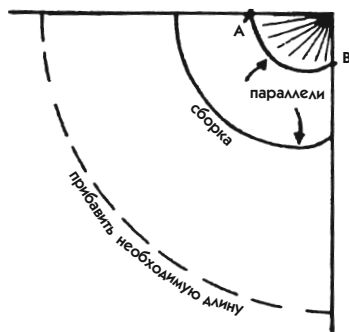

Рис. 290
- Новую линию начертите параллельно первой следующим образом: от линии АВ несколько раз отложите одну и ту же мерку в виде лучей, передвигая линейку. На рис. 290 из вершины угла начерчено несколько лучей, вы должны действовать так же. На новой дуге вы сделаете надпись «сборки» (рис. 290)